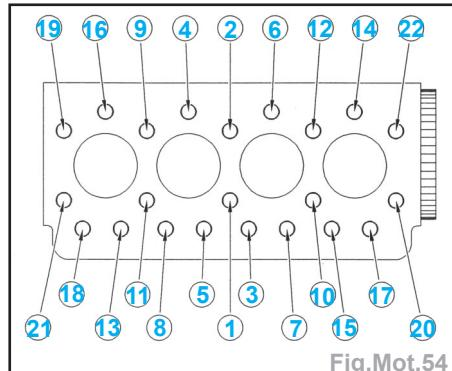

Fig.Mot.54
- Méthode de serrage des vis (Fig.Mot.54) :